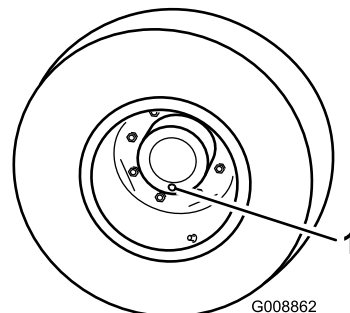

Figura 86
1. Coloque a máquina numa superfície nivelada e posicione a roda de forma a que um dos tampões de verificação se encontre na sua posição mais baixa (6 horas) (Figura 86).